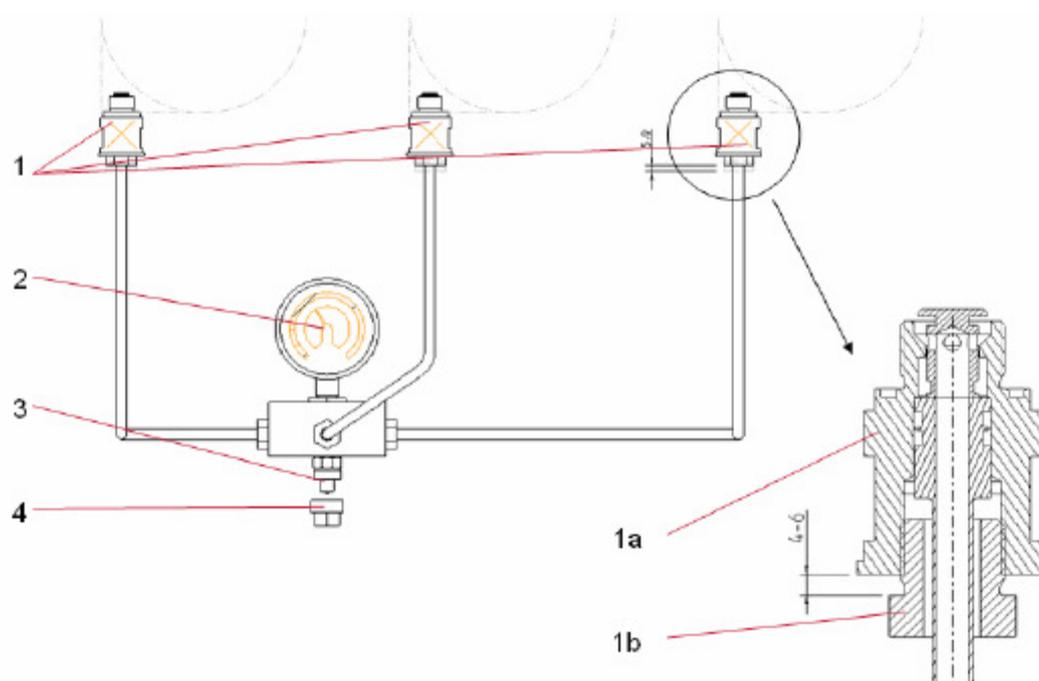

Figura 7: Sistema de Tubulação de SF₆
- Conectar a mangueira ao bocal de enchimento (DILO DN8) do disjuntor. Referir-se à Figura 7 para a localização do bocal de enchimento do disjuntor.
4. Para simular um vazamento nas tubulações, seguir estes passos (todas as referências de itens são relativas à Figura 7):
- Operar as válvulas de isolamento do tanque (Item 1) de todos os três polos soltando a porca inferior (item 1b) em 4 a 6 mm (3 voltas), com uma chave de 1" ou 26 mm. Isto isolará o tanque do monitor de densidade.
- Não desacoplar as porcas (item 1b) completamente para evitar evasão descontrolada de gás.
- Não desmontar os corpos das válvulas (item 1a).
- Remover a capa do bocal de enchimento DILO (item 4)
- Operar a válvula de enchimento DILO (item 3), pressionando o pino da válvula, de forma a obter uma evasão controlada de SF₆.